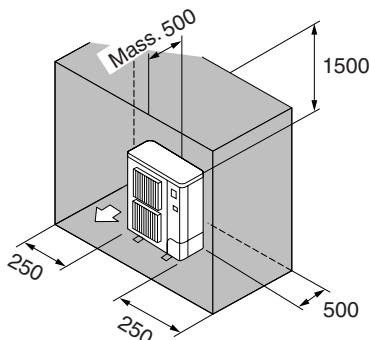

Fig. 2-7
- ⑥ Solo ostacoli posteriori, laterali e superiori (Fig. 2-7)